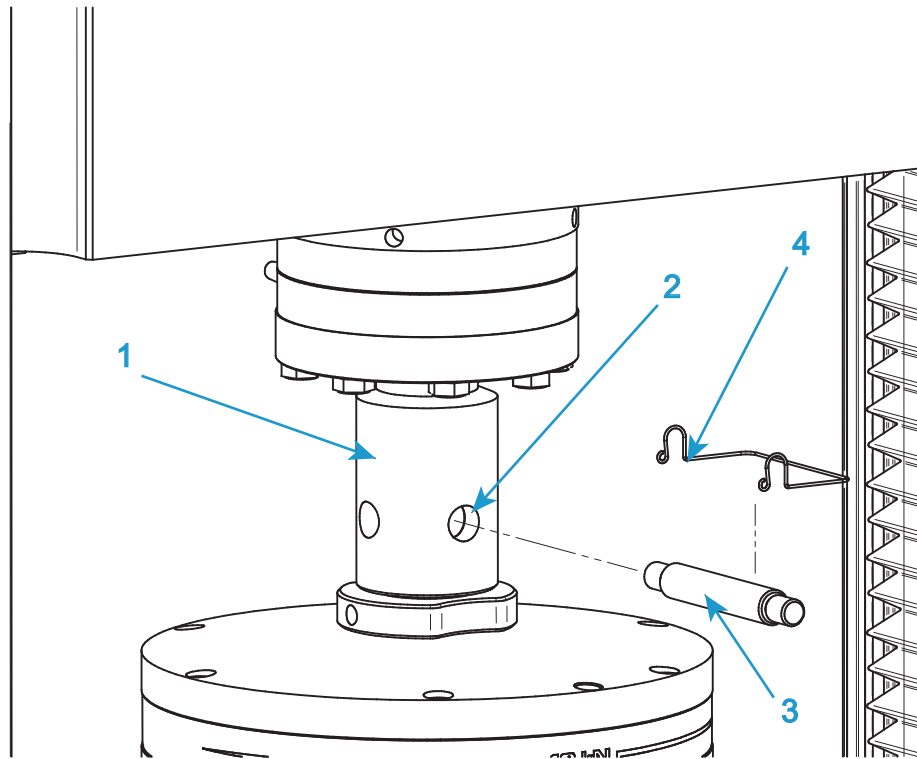

Figura 17. Installazione tipica della presa
Consultare la Figura 17 a pagina 87 quando si segue questa procedura.
1. Per il morsetto superiore, inserire l'adattatore sul morsetto nella presa a forcella femmina (1 in Figura 17) sull'adattatore della cella di carico.
2. Allineare i fori della forcella (2 in Figura 17) e infilare il perno a testa (3 in Figura 17) piana attraverso i fori.
3. Fermare in posizione il perno a testa piana, con l'apposito fermaglio (4 in Figura 17).